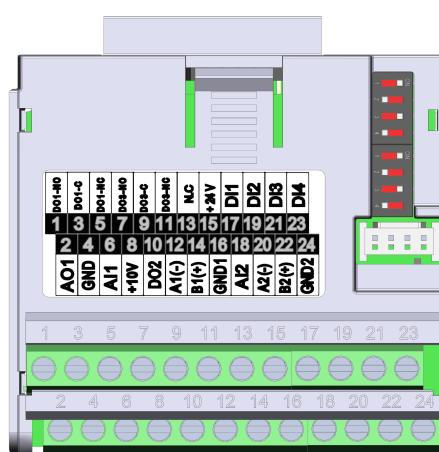

Figura 20.4: Módulo Plug-in CFW500-CRS485
O módulo plug-in CFW500-CRS485 tem a interface Serial (1) através da porta RS-485 nos bornes 12 (A1-) e 14 (B1+), bem como a interface Serial (2) também através de outra porta RS-485 nos bornes 20 (A2+) e 22 (B2+), veja Figura 20.4 na página 20-1. Veja também, o GND1 no terminal 16 e GND2 no terminal 24 estão isolados um do outro e do GND no terminal 16.